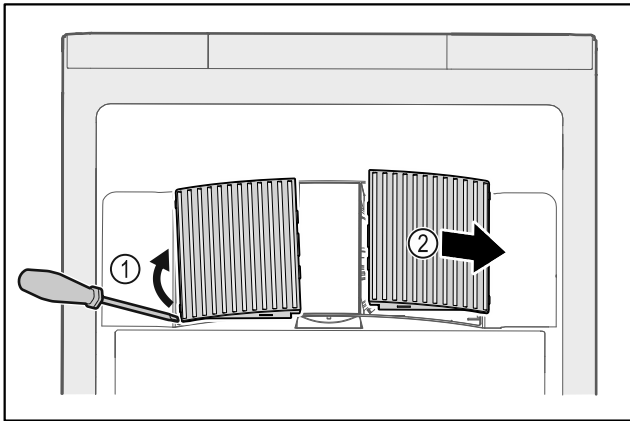

Fig. 34
- ▶ Αναμοχλεύστε προσεκτικά από το πλάι τα καλύμματα του ανεμιστήρα Fig. 34 (1) και αφαιρέστε τα προς τα εμπρός Fig. 34 (2).